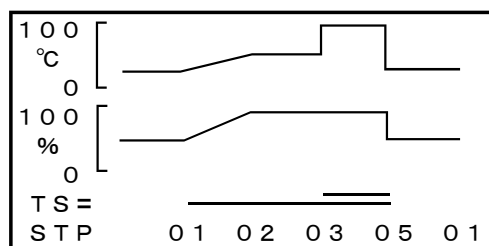

図1
■ 図のサンプルプログラムをグラフにすると図1の様に表示されます。